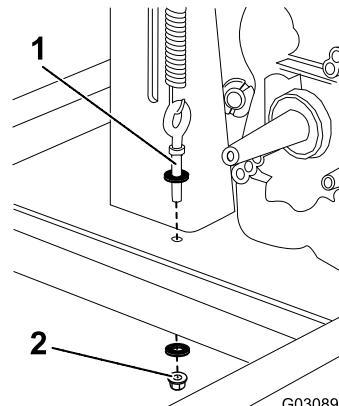
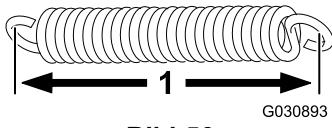

Bild 55
Bild 56
- A. Lösen Sie die untere Mutter am Augenbolzen und schrauben sie bis zum Ende der Schraube (Bild 55).
4. Messen Sie die Feder zwischen den zwei Innenschleifen, siehe Bild 56. Wenn die Feder mehr als 8,9 cm gestreckt ist, tauschen Sie die Feder aus.
5. Zum Erhöhen der Federspannung und damit der Riemenspannung müssen Sie die Höhe des Augenbolzens verringern; lösen Sie hierfür die obere Mutter des Augenbolzens und ziehen die untere Mutter an (Bild 55 und Bild 56).